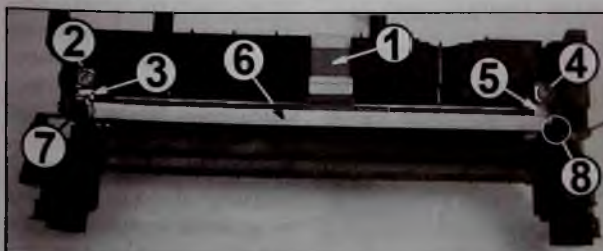

Рис. 45
4. Располагают узел LED-линейкой вверх, уплотняющим лезвием бункера отработки к себе. Запоминают положение ферритового фильтра (1 на рис. 45), перемещают его от себя, вынимают из паза в корпусе и снимают фильтр с
5. Запоминают расположение пластин крепления LED-линейки на корпусе и контактных пластин с левой и правой сторон узла. Откручивают саморез (2 на рис. 45) крепления левой пластины (3) крепления LED-линейки и снимают пластину с узла. Располагают узел левой стороной к себе. Перемещают к себе контактную пластину (3 на рис. 44) и снимают ее с узла.
6. Откручивают саморез (4 на рис. 45) крепления правой пластины (5) крепления светодиодной линейки и снимают пластину с узла. Располагают узел правой стороной к себе. Перемещают к себе контакт-
7. Перемещают LED-линейку (6 на рис. 45) от себя, до выхода левой и правой стороны из посадочных пазов (7 и 8), поднимают ее вверх, аккуратно вынимают шлейф из паза прокладки и снимают LED-линейку с узла.